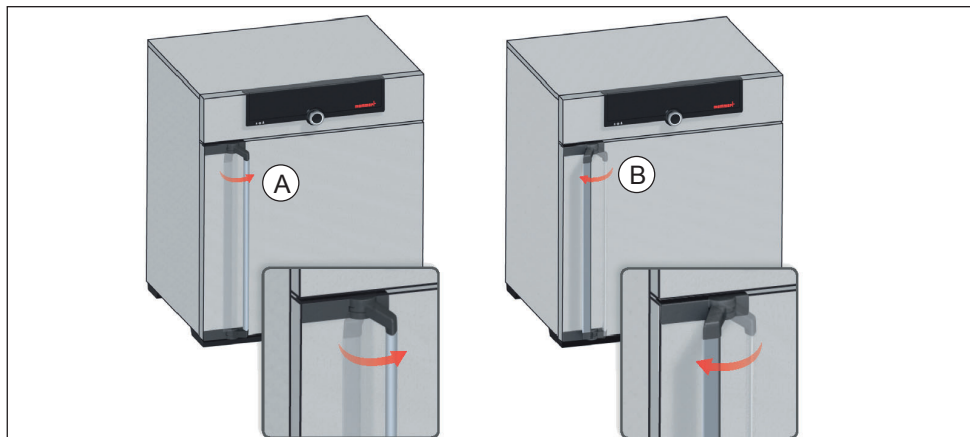

Bild 15 Öppna och stänga dörren
- ▶ För att öppna dörren drar du handtaget åt sidan (åt vänster eller höger, beroende på dörrvariant Bild 15, A) och öppnar dörren helt.
- ▶ För att stänga trycker du på dörren och trycker handtaget åt sidan (B).